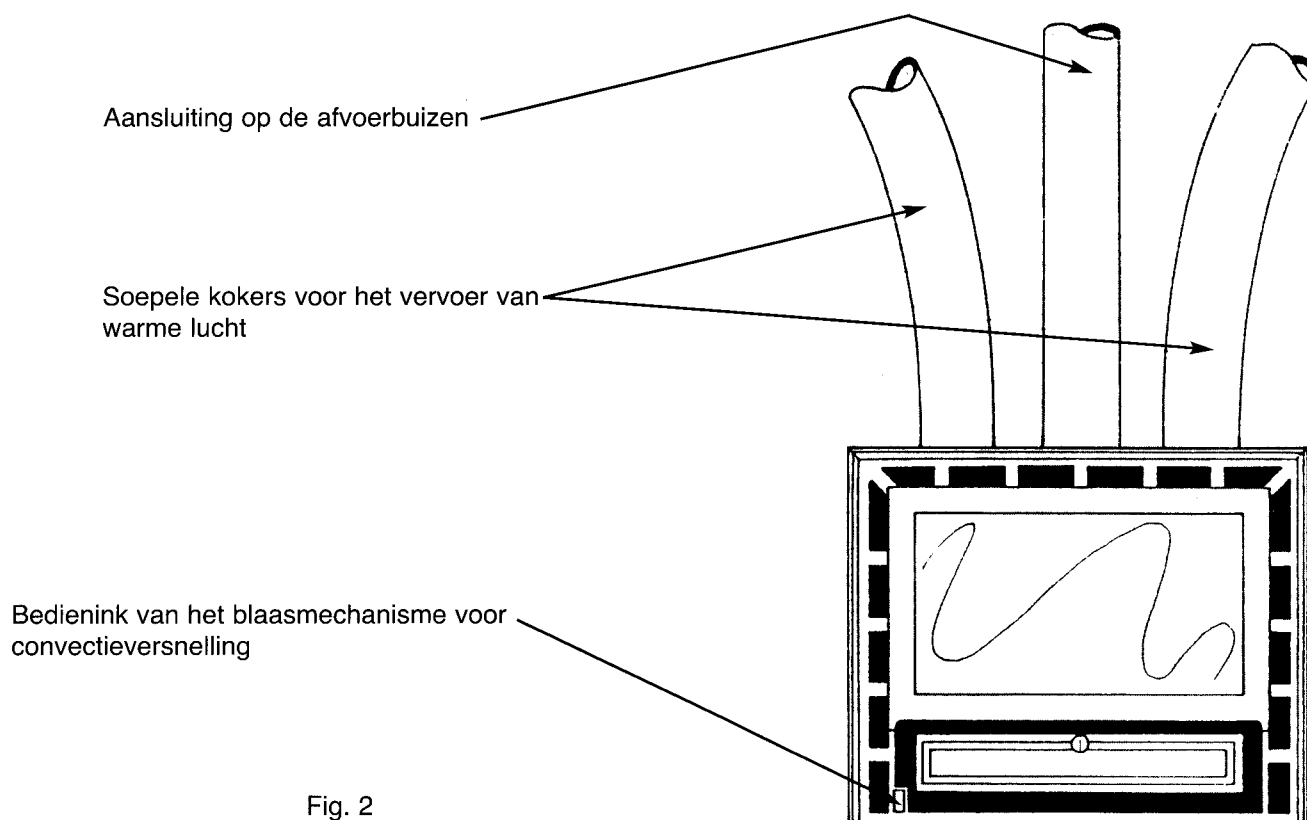

Fig. 2
De ontvanger ref. 3451 kan gemonteerd worden om warme lucht in de kokers te krijgen die de warmte vervoeren naar de naburige kamers of naar de verdiepingen . Gebruik kokers van Ø 100 mm diameter (Fig.2). Neem daarvan de proppen uit elkaar en maak de geleverde gietijzeren buizen vast.